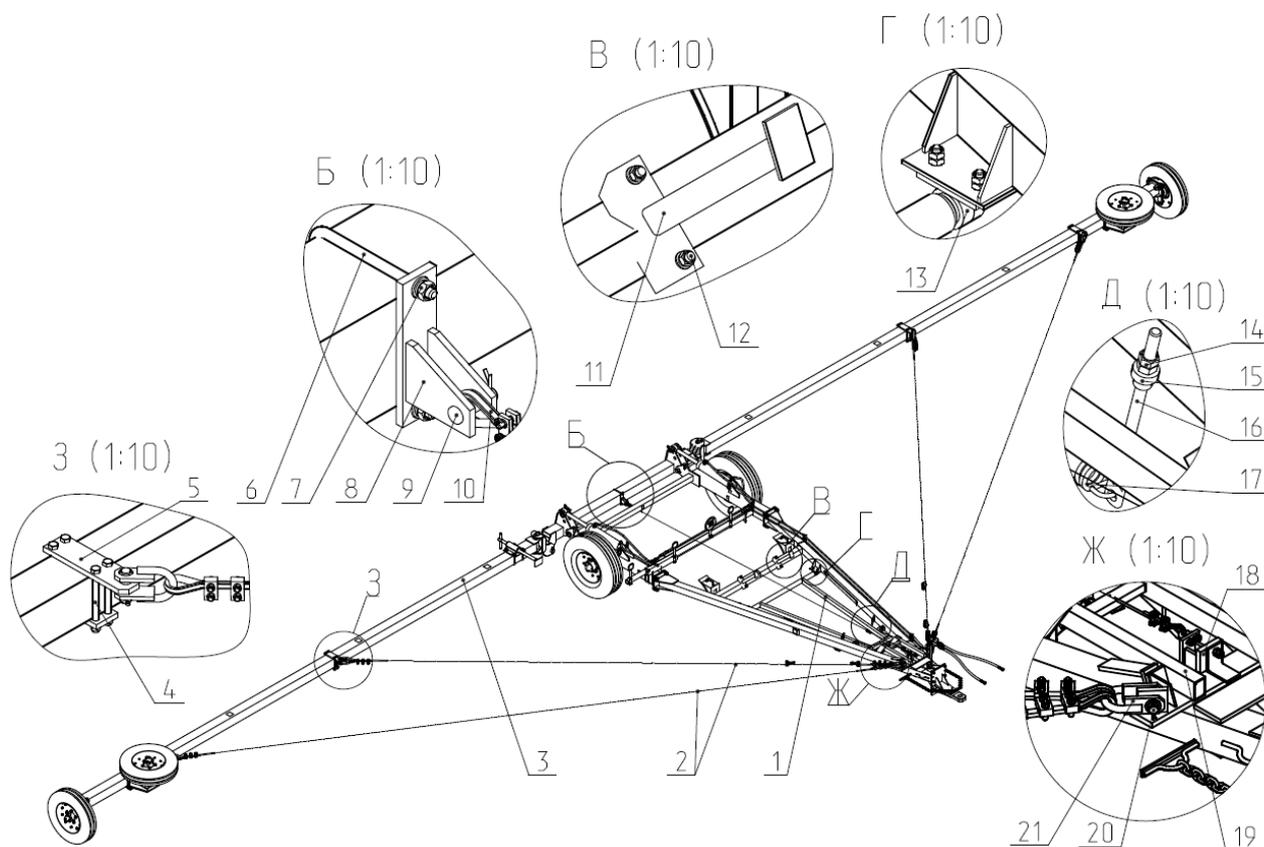
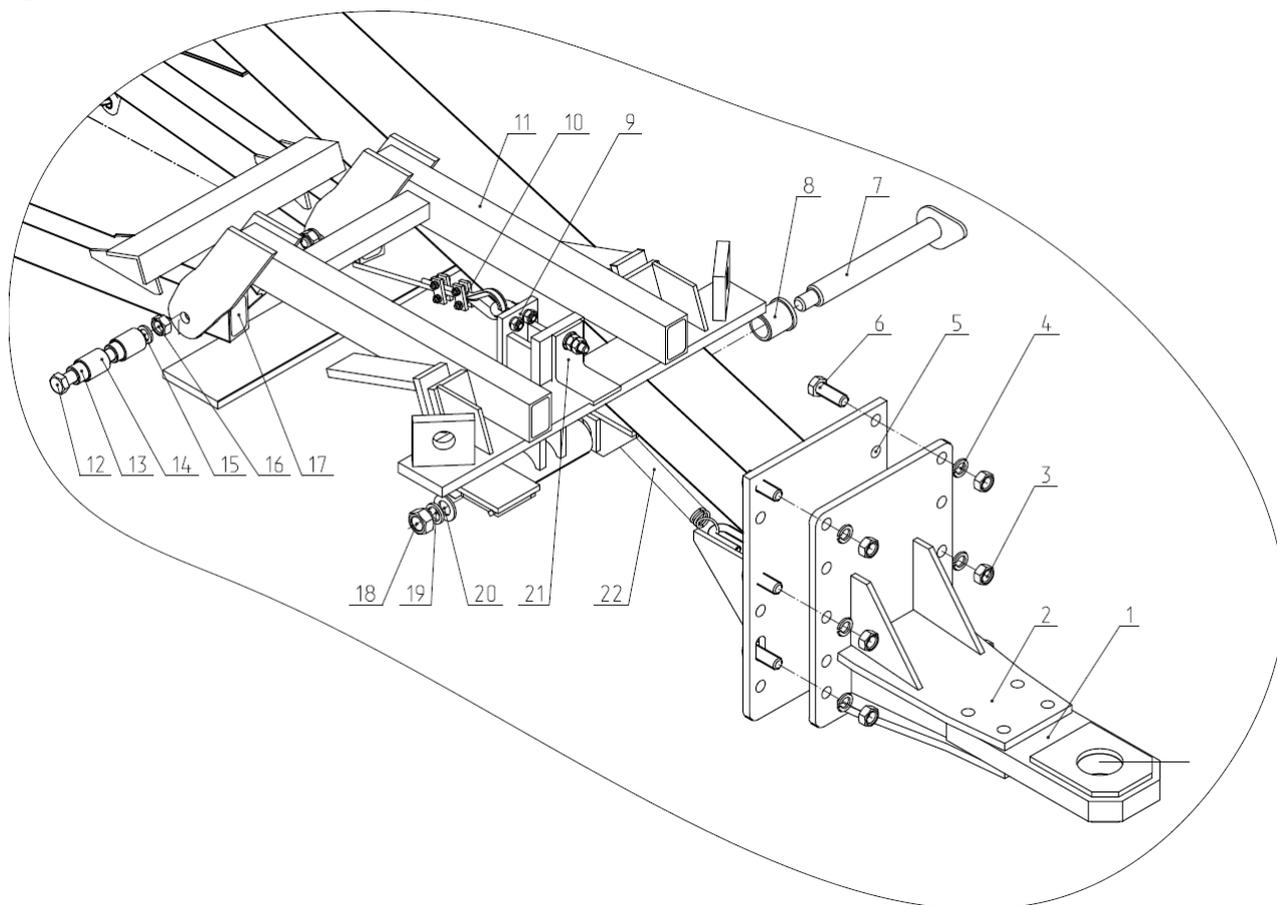

Рис.12 Механизм тросов бороны
Рис.13 Рамка.
2.1.8 Навеска боронок (рис.12) состоит из поперечных штанг 6 и 7, которые закреплены на балках бороны скобами 14. Штанги соединены между собой болтами 1 в сквозь держатель 4. На крюк держателя навешивается цепная подвеска 6, к которой в свою очередь закрепляются на проушинах бороны 20. Другими проушинами бороны крепятся к поводкам 8, которые закрепляются на коромыслах 5 осями 12, а коромысла на штангах 6 и 7 осями 11.
2.1.9 Тросовый механизм (рис.12) служит для фиксации тросовых растяжек во время работы и их расфиксирования при переводе бороны в транспортное положение. Механизм состоит из канатов 2 (Ø12), соединенных со штангой 1, через рамку 19 (шарнирно закрепленной на дышле бороны) и с боковыми балками бороны через планки 5 болтами 4.
2.1.8.1 Фиксатор 9 (рис.13) приводится в движение (при переводе борны в транспортное положение) тросом 10, который прикреплен к центральной балке через рычаг 8 (рис.12). В обратное положение фиксатор возвращается под действием пружины 22. Для ограничения проворота штанги 1 (рис.12) на дышле снпцы смонтированы упоры 11.
Штанга 1 (рис.12) состоит из штанги 17 (рис.13) и рамки 11 шарнирно соединены между собой болтом 12, пальцем 13 и втулкой 14. Фиксатор 9 шарнирно закреплен в кронштейнах снпцы осью 7 втулкой 8 и затянут гайкой 18.